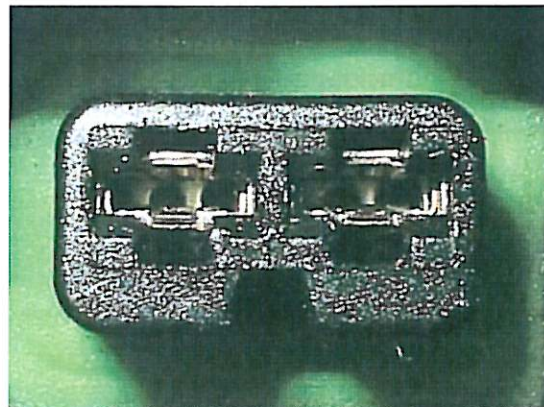
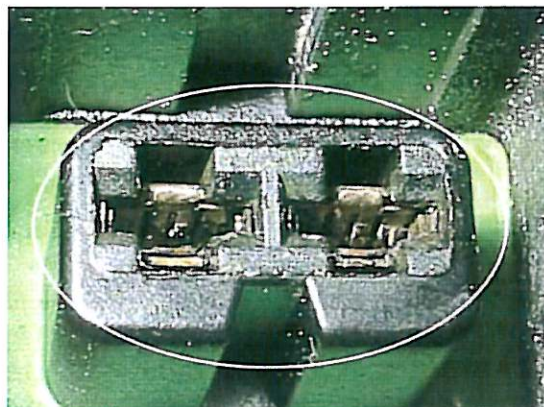
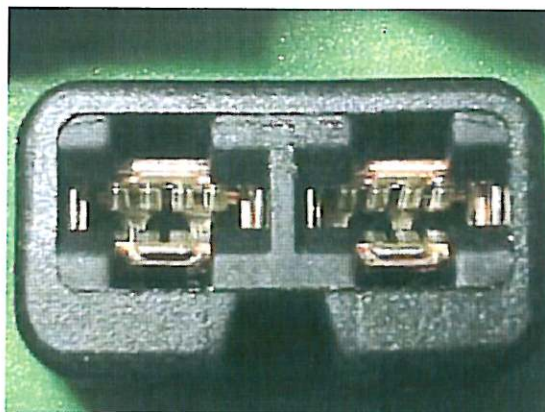

Bild 1 Crimp-Kontakte aufgebogen
Bild 2 Crimp-Kontakte verbrannt
Bild 3 Crimp-Kontakte in Ordnung
2. Die Kabelbaumsteckverbindung am Stecker des Proportionaldruckreduzierventils lösen. Die Steckerkontakte kontrollieren. Siehe Bild 1, Bild 2 und Bild 3.